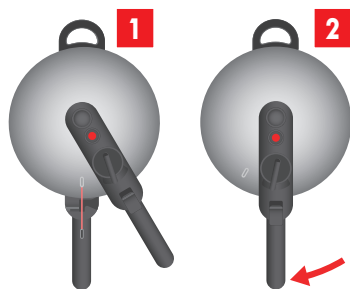

Fig. 10: Fermer le couvercle
6. Placez le couvercle sur le faitout (voir fig. 10/1).
7. Tournez le couvercle dans le sens horaire jusqu'à la butée (fig. 10/2).